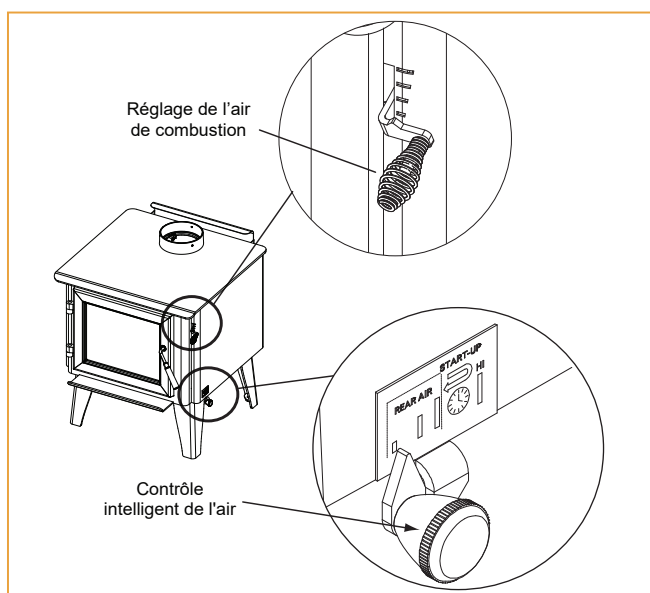

Figure 9.1
2. **Deuxième étape** : L'étape suivante de la combustion, l'étape secondaire, est la période pendant laquelle le bois dégage des gaz inflammables qui brûlent au-dessus du combustible avec des flammes vives. Pendant cette étape de la combustion, il est très important de maintenir les flammes et ne pas les laisser s'éteindre. On assure ainsi le feu le plus propre possible. Si les flammes ont tendance à s'éteindre, le réglage est trop faible pour vos conditions de combustion. Le contrôle de débit d'air se trouvant dans le coin supérieur droit sert à ajuster le taux de combustion. On l'appelle le contrôle d'air de taux de combustion (Figure 9.1).
- Activez ensuite le contrôle d'air intelligent en enfonçant entièrement le bouton vers l'arrière de l'appareil jusqu'à atteindre le réglage « HI (Élevé) », puis en le tirant vers l'avant de l'appareil jusqu'à ce que le bouton s'arrête (**Figure 9.1**).